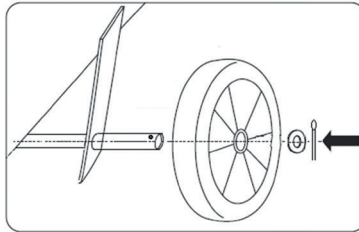
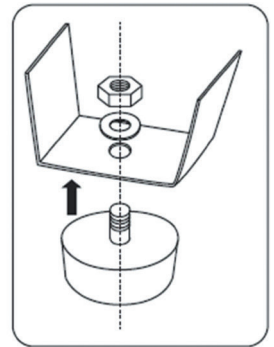

Рис. 8
Рис. 9
3. Установите на компрессор транспортировочные колеса из комплекта (рис.8) (кроме модели ACF 200-8S) и опорные ножки (рис. 9).